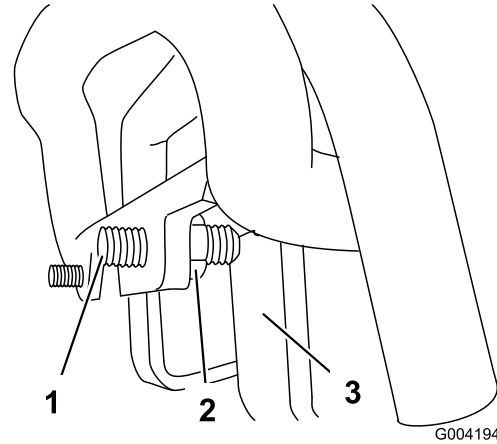

Figure 54
- Si la machine se déporte vers la **droite**, desserrez l'écrou de blocage **gauche** et ajustez la vis de réglage de l'alignement à l'avant de la commande de déplacement (**Figure 54**).
- Si la machine se déporte vers la **gauche**, desserrez l'écrou de blocage **droit** et ajustez la vis de réglage de l'alignement à l'avant de la commande de déplacement (**Figure 54**).